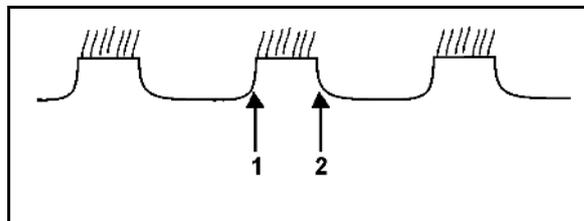

Рис. 43
- **Рис. 43** – 1-й ряд дисков сдвиньте вправо и проверьте заново.